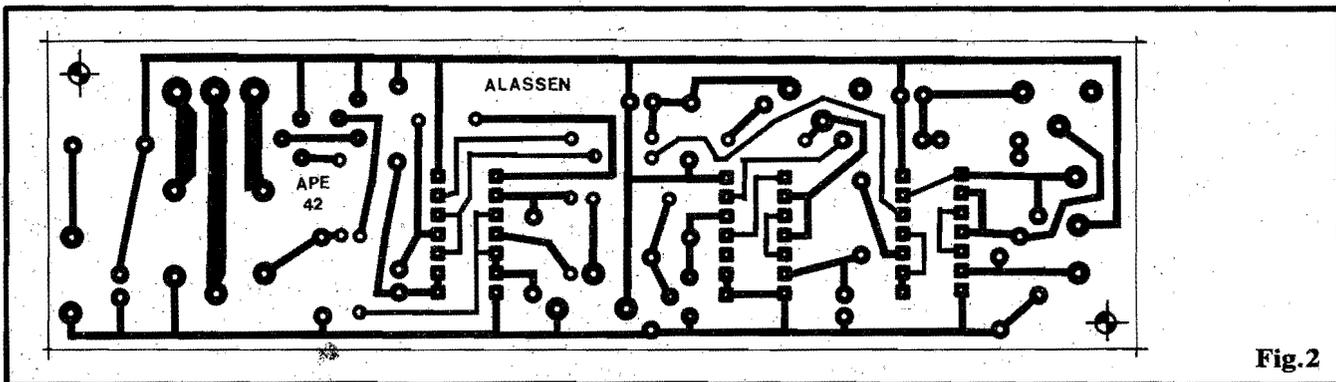

Fig.2
- FIG. 2 - O CIRCUITO IMPRESSO DE LAY OUT ESPECÍFICO - Vamos logo avisando: a montagem do ALASSEN não é recomendada para iniciantes ainda muito "verdes"... Se o Leitor está para realizar a sua primeira montagem eletrônica, convém começar por "coisa" mais simples (na presente APE nº 42 tem um "monte"
de projetos adequados ao absoluto "começante"...). Entretanto, mesmo o principiante, se estiver disposto a exercer o máximo de atenção e cuidado, deverá obter sucesso na realização... A descrição da montagem, contudo, será direcionada aos Hobbystas já "estabelecidos", de forma direta e sem "firulas"... Quem precisar de outras informações gerais, deverá consultar os conselhos dados nos textos referentes às demais montagens da presente APE, bem como os importantes encartes TABELÃO APE e INSTRUÇÕES GERAIS PARA AS MONTAGENS... Voltando à "vacafria", a fig. 2 traz o lay out, em tamanho natural, do padrão cobreado de ilhas e pistas do Circuito Impresso específico... É só copiar e confeccionar a placa (conferindo tudo ao final, antes de começar as soldagens).